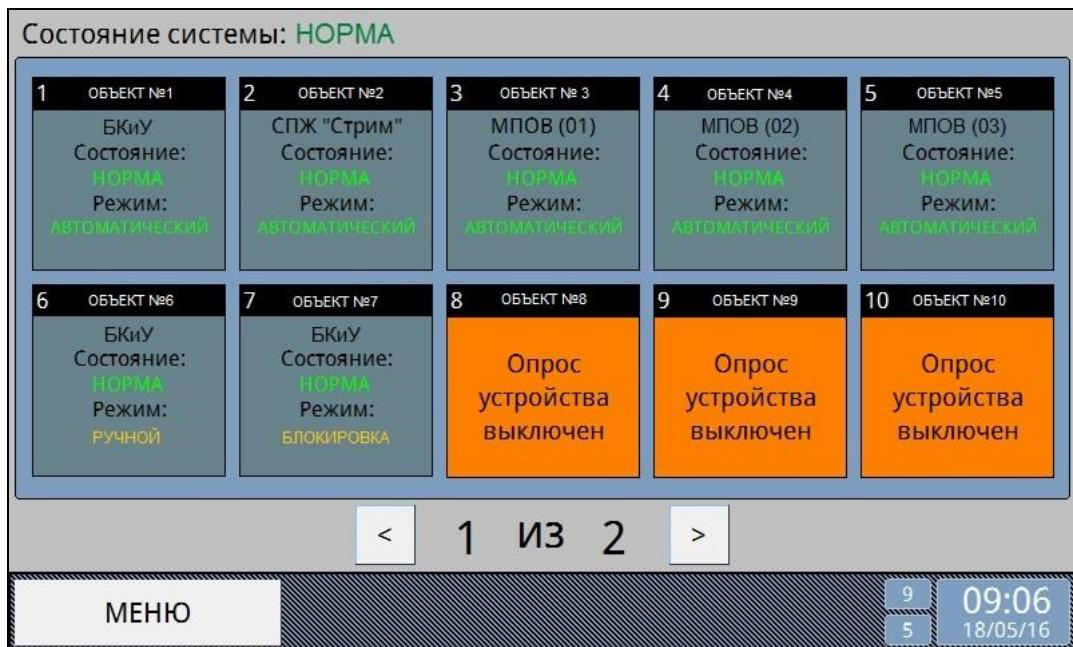

Рисунок 9.1 – Главный экран
9.2 На главном экране (рисунок 9.1) в поле «Состояние системы» отображается состояние системы в целом: